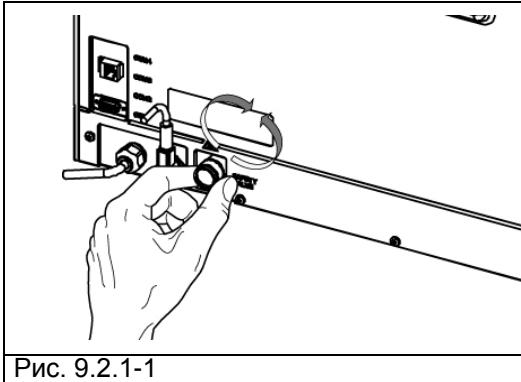

Рис. 9.2.1-1
2. Поверните заглушку (Рис. 9.2.1-1), расположенную на верхней части клапана против часовой стрелки до конца резьбы до свободного вращения.